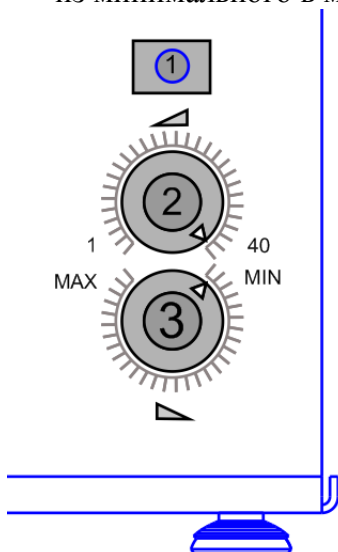

Рис.4. Положение ручек регулировки при программировании диапазона регулировки мощности.
- 2) Поставьте регулятор (3) на минимум – он задает стартовую мощность при программировании диапазона, рис.4.
- 3) Поставьте регулятор (2) на максимум, он задает «приращение мощности», которое получит вибростол при повороте ручки (3) из минимального в максимальное положение.